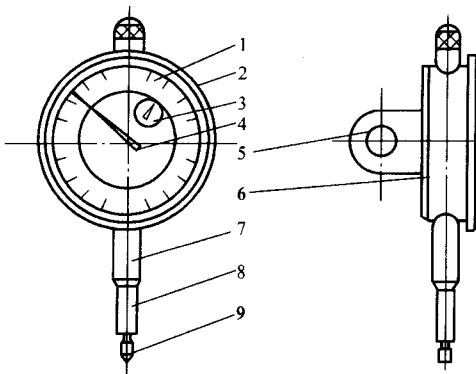

图 1-4 百分表的结构
(1) 结构特点和工作原理。百分表是齿轮传动式测微量具，其结构如图 1-4 所示。它常用来测量机器零件的各种几何形状偏差和表面相互位置偏差，也可测量工件的长度尺寸，具有外廓尺寸小、重量轻和使用方便等特点。使用时，必须将其固定到可靠的支架上。其工作原理是将测杆的直线位移，经过齿条与齿轮传动转变为指针的角位移。百分表的刻度盘圆周刻成 100 等份，其分度值为 0.01mm，当主指针 4 转动一周，则测杆的位移量为 1mm。表盘 1 和表圈 2 是一体的，可任意转动，以便使指针对零位。小指针转数指示盘 3 用以指示大指针的回转圈数。常见百分表的测量范围有 0~3mm、0~5mm 和 0~10mm 等。